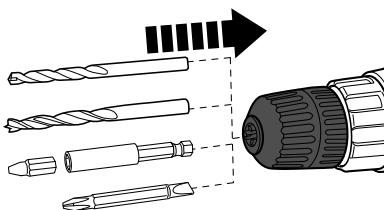

Fig. 2
- Insérer la mèche jusqu'à la butée (Fig. 2). Si vous utilisez un peu de 25 mm, insérer la fiche un porte-embout.